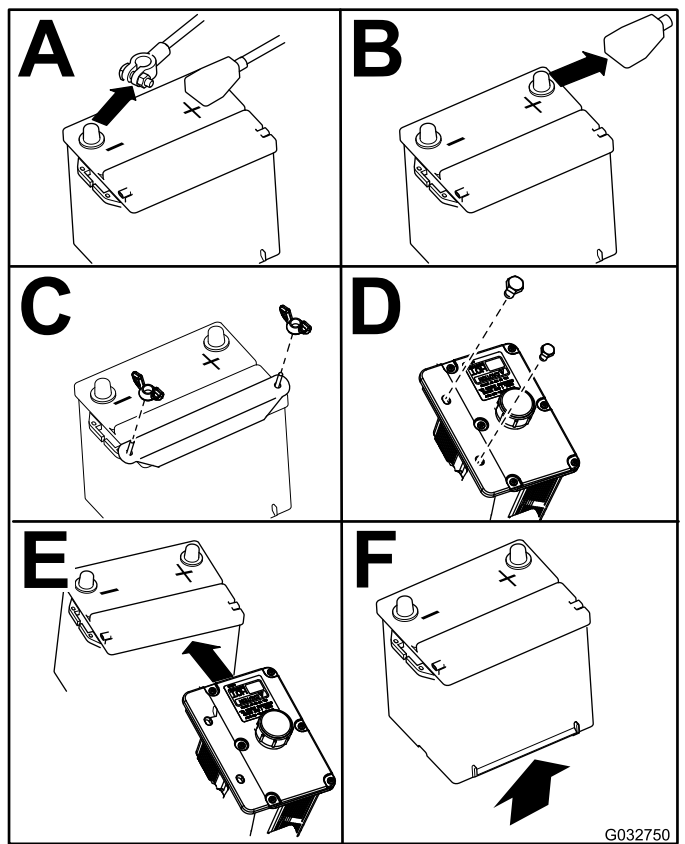

Figura 47
4. Retire la batería según se muestra en la Figura 47.